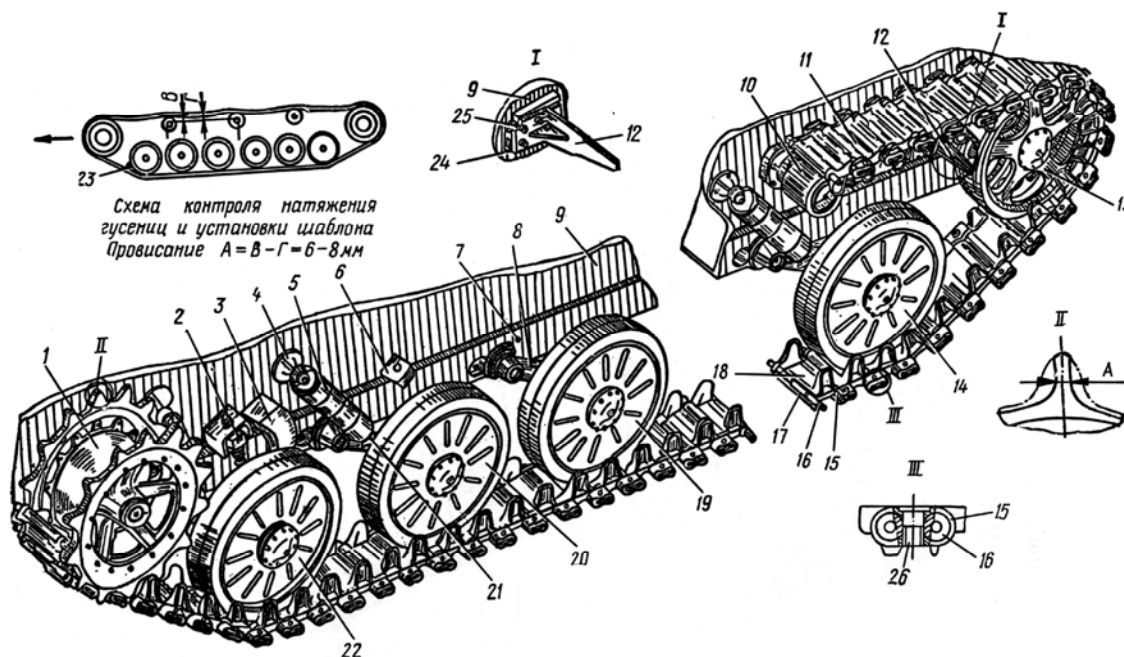
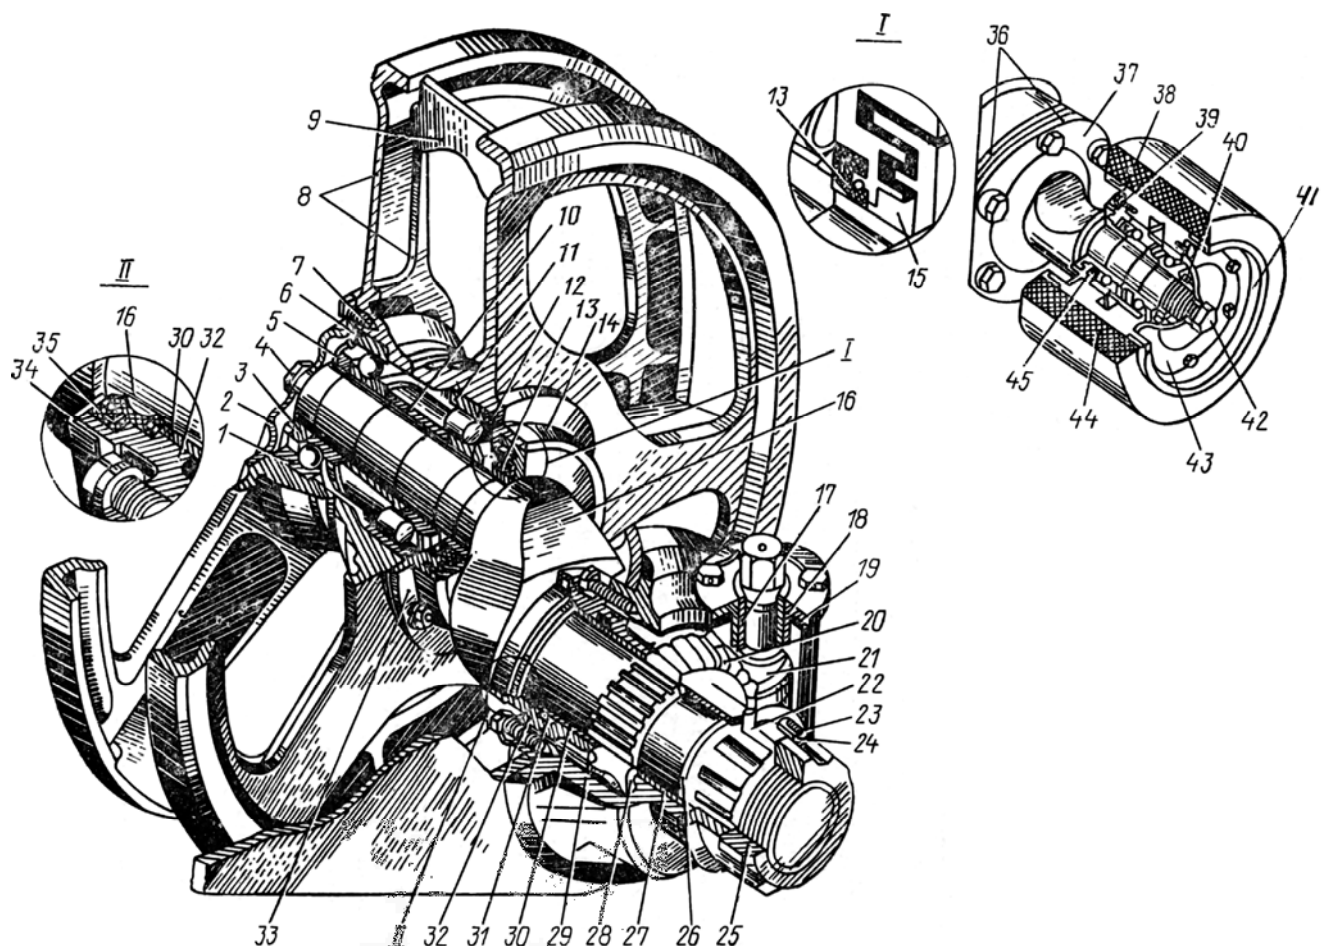

Рис. 1. Ходовая часть:
Рис. 4. Направляющее колесо с механизмом натяжения гусеницы и поддерживающий каток:
Гусеничный движитель с передним расположением ведущих колес предназначен для сообщения машине поступательного движения как на суше, так и на воде за счет крутящего момента, подводимого от двигателя к ведущим колесам. Зацепление ведущих колес с гусеницами — цевочное. Гусеничный движитель состоит из двух гусениц (рис. 1), двух ведущих колес 1, двенадцати опорных катков 14, шести поддерживающих катков 10, двух направляющих колес 13, двух очистителей 12, двух механизмов натяжения гусениц.
Поддерживающий каток однобандажный с привулканизированной резиновой шиной. Ступица катка изготовлена из алюминиевого сплава. В месте контакта с гребнями гусеницы в ступицу катка с обеих сторон ввернуты стальные гайки 41 (рис. 4).
**Очистители** направляющих колес установлены на бортах машины в планках с пазами и крепятся четырьмя болтами 25 (см. рис. 1). Для наиболее эффективной очистки колес от снега между очистителем и ободом колеса устанавливается зазор 3—5 мм.
Механизм натяжения гусениц состоит из кривошипа 16 (см. рис. 4), корпуса 29 механизма натяжения, кронштейна 32, червяка 21, червячного колеса 20 и стопорного устройства. Кривошип устанавливается в кронштейне и корпусе механизма натяжения на двух бронзовых втулках, выполняющих роль подшипников.
расконтрить кривошип направляющего колеса — вывернуть болт 23 (см. рис. 4), снять стопор 24, ослабить гайку 25; вывести зубчатую муфту 22 из зацепления с муфтой корпуса механизма натяжения;
**Величина провисания гусеницы** определяется разностью полученных величин (см. рис. 1). Для регулировки провисания вращать червяк 21 (см. рис. 4) механизма натяжения ключом-трещоткой до тех пор, пока величина провисания не станет равной 6—8 мм.
ослабить гайки крепления очистителя 12 (см. рис. 1);